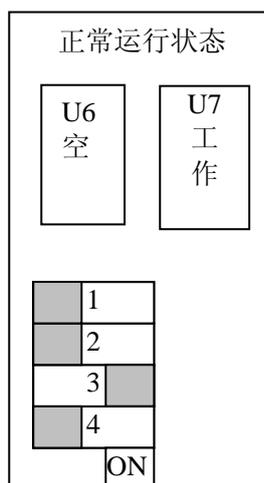
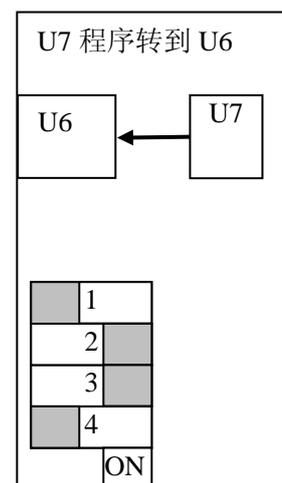

图 3
图 4
- 9) 切断系统电源，将U6中的芯片拔出，将板上拨码开关拨到图3位置，选择目标工作芯片，U7运行。
在断电状态将拨到图4的位置，按上述方法操作，完成后关断电源，再将拨码开关拨到图3位置，拔出U6中的芯片即可。